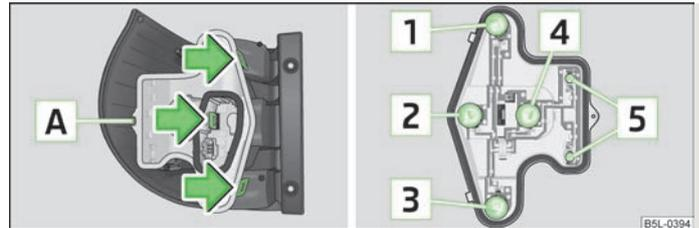

Abb. 174 Leuchtenmittellteil ausbauen / Rückleuchte: Glühlampenanzordnung
Übersicht der Glühlampenanzordnung » Abb. 174.
- › Um die Lampen zu erreichen, mit dem Torx-Schlüssel die Sicherungsschraube **A** » Abb. 174 abschrauben und die drei Rastnasen in Pfeilrichtung drücken. Den Kunststofflampenträger entnehmen.
- › Zum Wechseln der Lampe **1**, **2**, **3** oder **4** » Abb. 174 die Lampenfassung bis zum Anschlag **entgegen dem** Uhrzeigersinn drehen und diese aus dem Gehäuse herausnehmen bzw. die Lampe **5** aus der Fassung herausziehen.